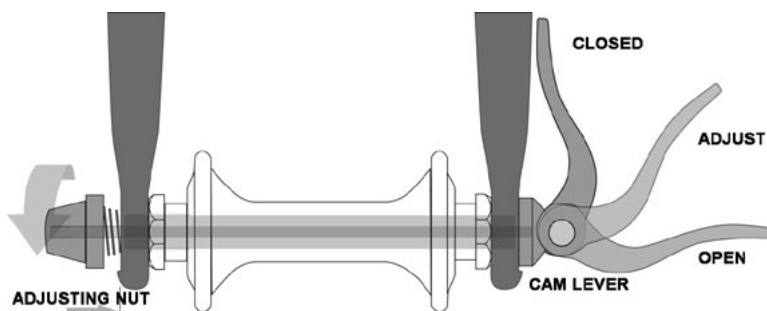
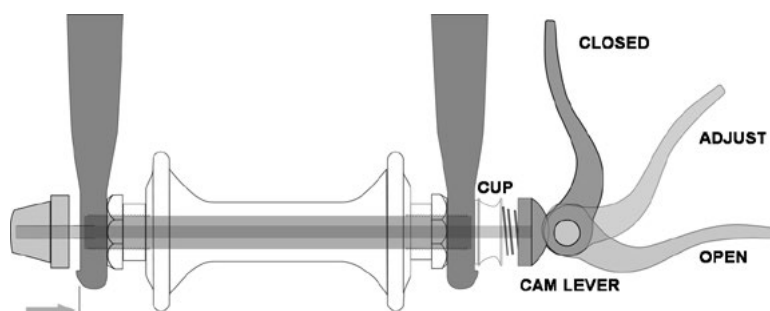

fig. 16
fig. 17
1. Mediante un eje hueco con un «pincho» que lo atraviesa y que tiene una tuerca de tensión ajustable en un extremo y una leva de sobrecentrado en el otro (fig. 16, 17).
En la actualidad existen dos tipos de mecanismos de retención de la rueda de leva de sobrecentro: la leva de sobrecentro tradicional (fig. 16) y el sistema de leva y copa (fig. 17). Ambos emplean una acción de leva sobre el centro para fijar en su sitio la rueda de la bicicleta.
Ajuste del Mecanismo de Leva y Copa (fig. 17)
(1) Si su bicicleta dispone de retención de la rueda delantera con acción de leva, mueva la palanca de leva de la posición de bloqueo o CERRADO a la posición de ABIERTO (fig. 16, 17). Si su bicicleta está equipada con retención de rueda delantera mediante pernos pasantes o atornillados, afloje la(s) fijación(es) unas cuantas vueltas en sentido contrario a las agujas del reloj utilizando una llave apropiada, una llave de bloqueo o la palanca integral.
(2) Si su horquilla delantera tiene un dispositivo de retención secundaria de tipo clip, desactívelo. Si su horquilla delantera tiene un dispositivo de retención secundario integrado y un sistema de acción de leva tradicional (fig. 16), afloje la tuerca de ajuste de la tensión lo suficiente como para poder extraer la rueda de las punteras. Si su rueda delantera utiliza un sistema de leva y copa, (fig. 17) apriete la copa y la palanca de la leva al mismo tiempo mientras retira la rueda. El sistema de levas y copas no requiere la rotación de ninguna pieza.
(1) Si su bicicleta dispone de retención de la rueda delantera con acción de leva, mueva la palanca de leva de forma que se curve hacia la parte externa de la rueda (fig. 17). Esta es la posición ABIERTA. Si su bicicleta tiene una retención de la rueda delantera con pernos pasantes o atornillados, consulte el siguiente paso.
(2) Con la horquilla de dirección orientada hacia delante, introduzca la rueda entre las hojas de la horquilla de modo que el eje se asiente firmemente en la parte superior de las punteras de la horquilla. La palanca de la leva, si la hay, debe colocarse al lado izquierdo del ciclista (fig. 16, 17). Si su bicicleta tiene un dispositivo de retención secundario de tipo clip, actívelo.
(3) Si tiene un mecanismo de acción de leva tradicional: manteniendo la palanca de leva en la posición ADJUST con la mano derecha, apriete la tuerca de ajuste de la tensión con la mano izquierda hasta que esté apretada con los dedos contra la punta de la horquilla (fig. 16). Si tiene un sistema de leva y copa: la tuerca y la copa (fig. 17) se habrán encajado en la zona hundida de las punteras de la horquilla y no debería ser necesario ningún ajuste.
(4) Centre la rueda en la horquilla mientras empuja la rueda firmemente hasta la parte superior de las ranuras de las punteras de la horquilla.
(a) Si tiene un sistema de acción de leva, mueva la palanca de leva hacia arriba y gírela a la posición CERRADA (fig. 16, 17). La palanca debe quedar paralela a la hoja de la horquilla y curvada hacia la rueda. Para aplicar una fuerza de ajuste suficiente, debe rodear la hoja de la horquilla con los dedos para hacer palanca y la palanca debe dejar una huella clara en la palma de la mano.
Algunas bicicletas están equipadas con un sujetador de tija de sillín de acción de leva. El sujetador de acción de leva de tija de sillín funciona exactamente como el sujetador de acción de leva de rueda tradicional (6.A). Mientras que un fijador de acción de leva parece un perno largo con una palanca en un extremo y una tuerca en el otro, el fijador utiliza una acción de leva sobre el centro para sujetar firmemente la tija del sillín (fig. 16).